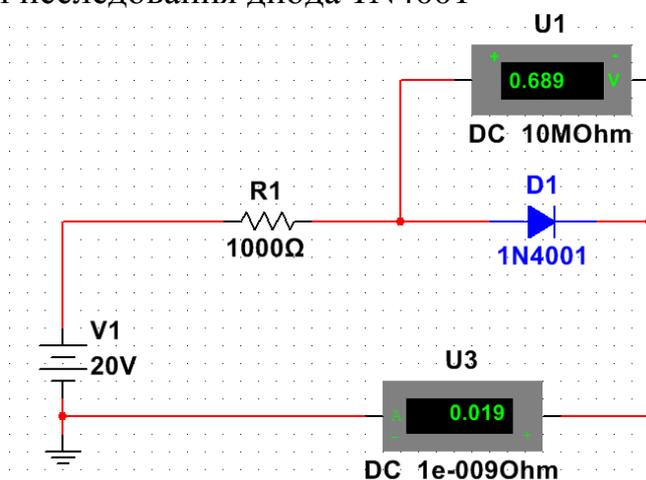

Рис. 3.1 Схема для исследования ВАХ диода
Схема (рис. 3.1) для исследования диода 1N4001
1.1 Собрать схему согласно рис. 3.1.